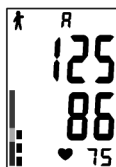

Fig. 14
2. Au terme d'une mesure ou quand le dispositif est en veille, appuyez sur « M1 » ou sur « M2 » pour rappeler la mémoire. Lorsque vous appuyez sur « M1 » ou sur « M2 », l'écran affiche la moyenne des trois dernières mesures (Fig. 14);